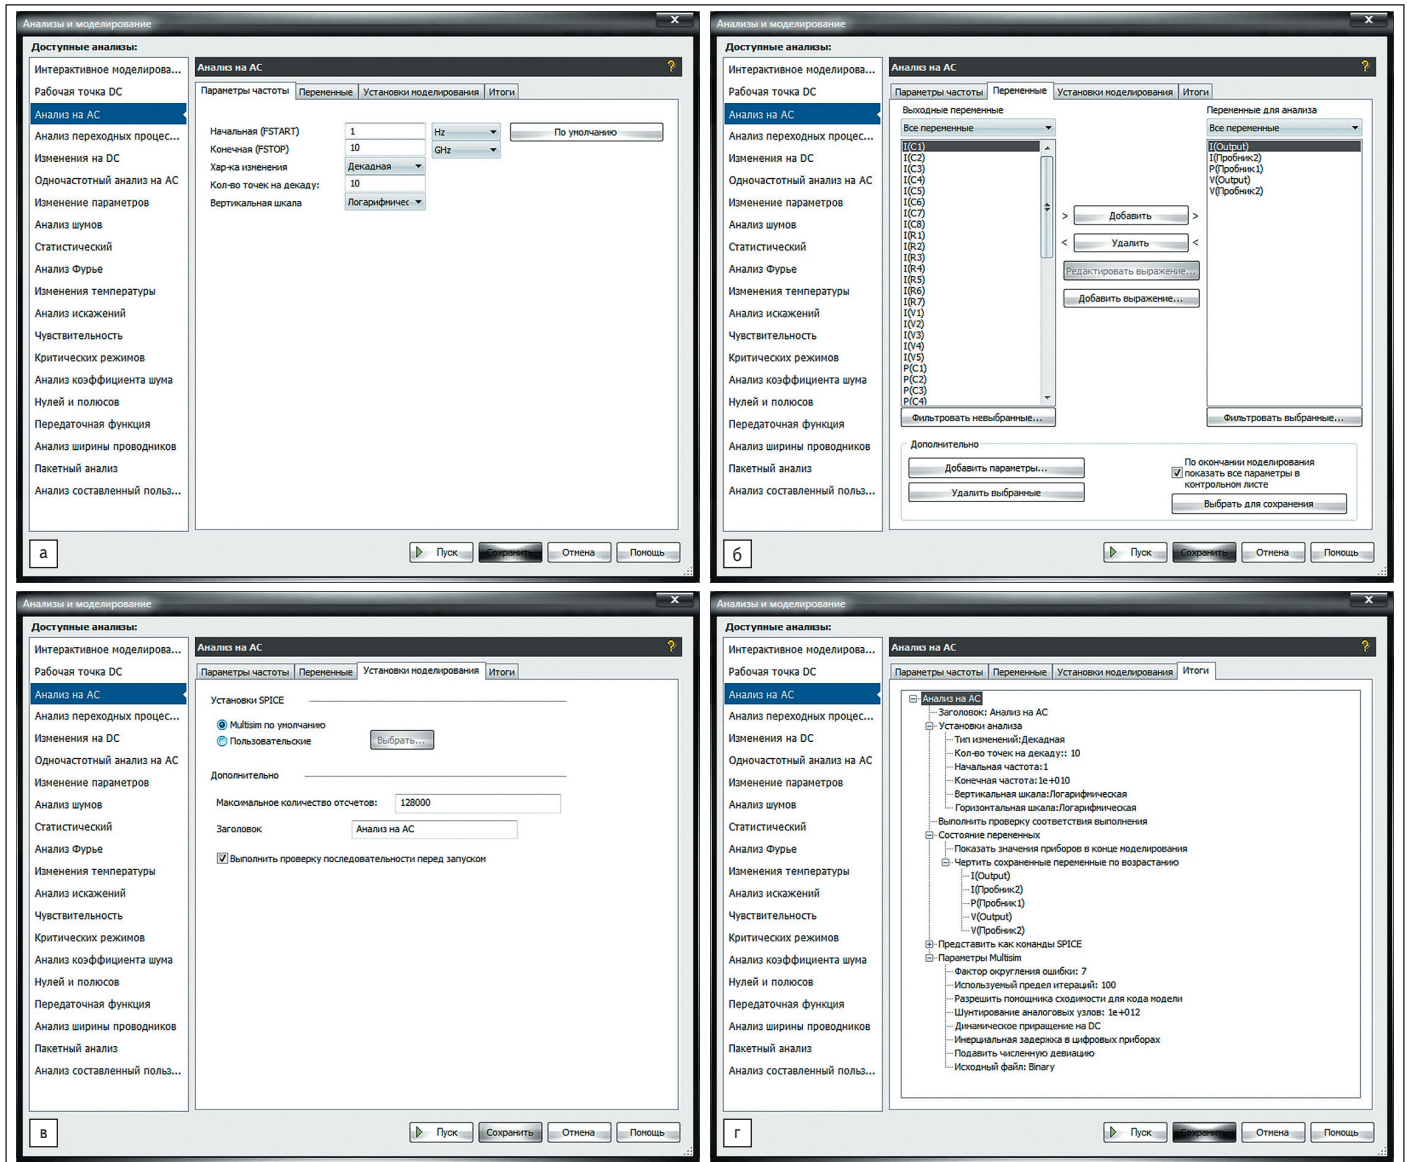

Рис. 19. Окно настроек анализа по переменному току, вкладка: а) «Параметры частоты»; б) «Переменные»; в) «Установки моделирования»; г) «Итоги»
- «Параметры частоты» (рис. 19а);
- «Переменные» (рис. 19б);
- «Установки моделирования» (рис. 19в);
- «Итоги» (рис. 19г).